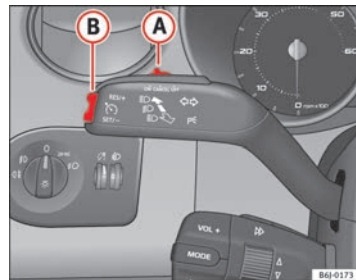

Fig. 108 Leva degli indicatori di direzione e degli abbaglianti: interruttore e tasto di comando del regolatore di velocità ➤
- Quando il veicolo raggiunge la velocità che si intende poi mantenere, premere una sola volta sulla parte inferiore del tasto **SET** ⇒ fig. 108 **B**.